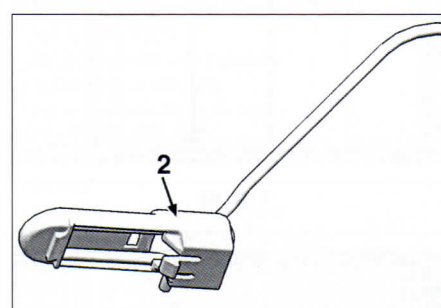

FIG. 66
Desmontar los muelles (2) (fig. 66).